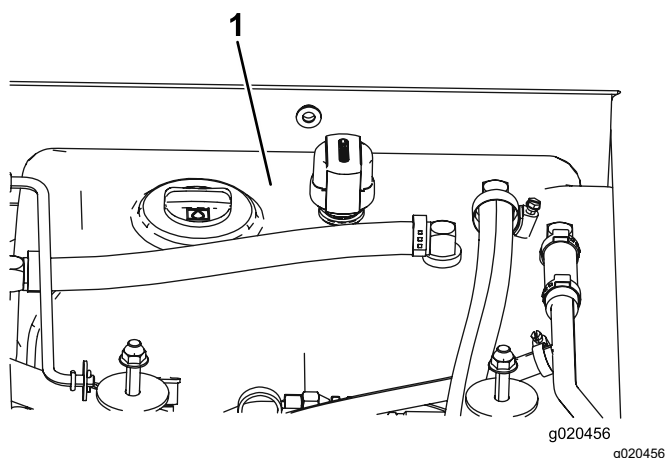

Figure 83
4. Remplissez le réservoir (Figure 83) de liquide hydraulique ; voir Contrôle du niveau de liquide hydraulique (page 79).